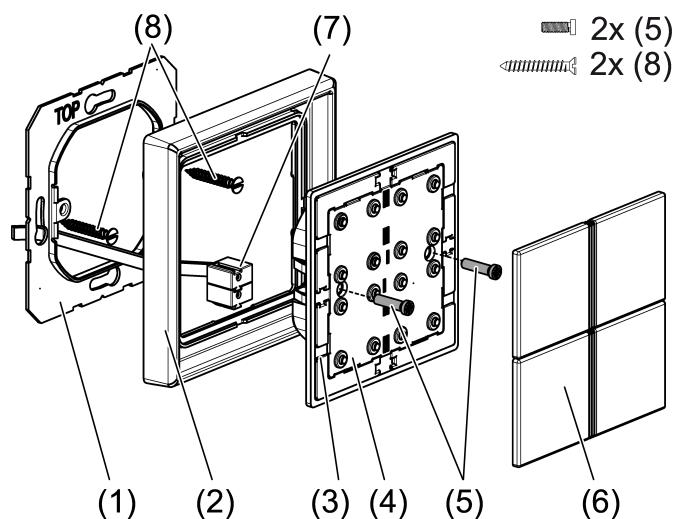

Figure 1: Montage du module touche sensorielle
- Emboîter le cadre de l'adaptateur (3) par l'avant dans la bonne position sur le module touche sensorielle (4) (voir figure 1). Respecter le marquage **TOP** = haut.